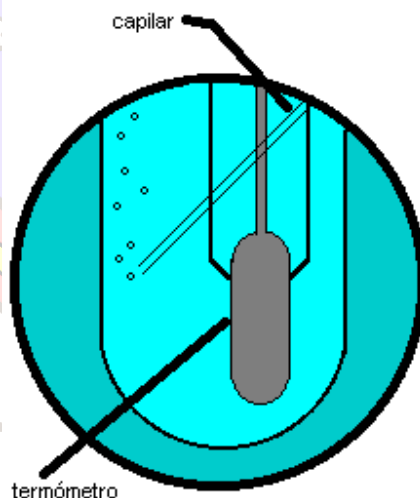

Figura 1. Capilar-termómetro para determinar el punto de fusión.
4. Sujete el capilar al termómetro con el hilo de cobre o una bandita de caucho, asegurando que la muestra quede a la altura del bulbo del termómetro (ver figura 1).